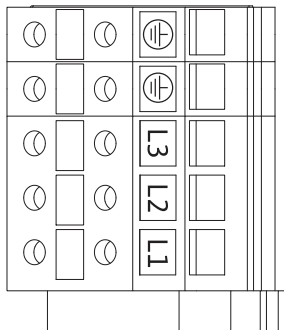

Fig. 26: Vermogensklemmen (netaansluitklemmen)
- Vermogensklemmen (netaansluitklemmen) (Fig. 26)